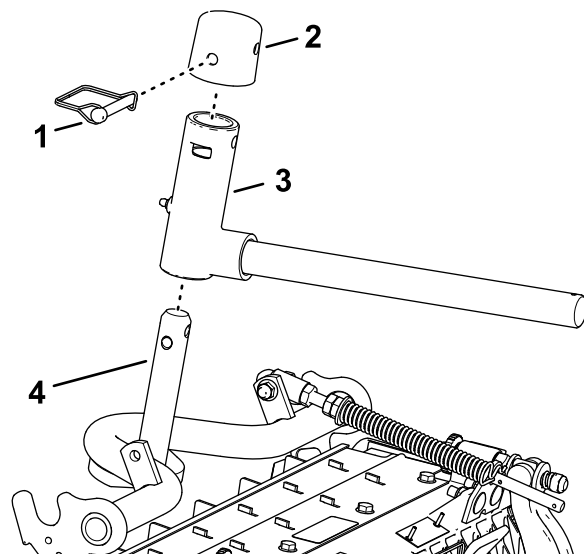

Figure 26
2. Placez la chape de pivot sur l'arbre du bâti porteur (Figure 26).